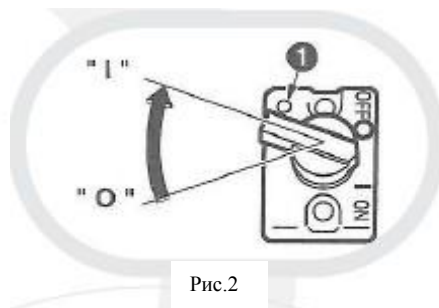

Рис.2
- Поверните выключатель в положение «I» (Рис. 2)